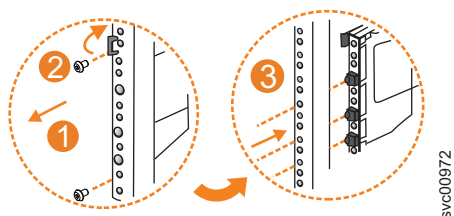

图 110. 从前部机架支架中卸下导轨组合件
1. 卸下用于将外部导轨部件连接到前部支架组合件的两颗螺钉，如图 110 中所示。
2. 通过将导轨部件拉离前部支架以将其卸下，如图 110 中所示。